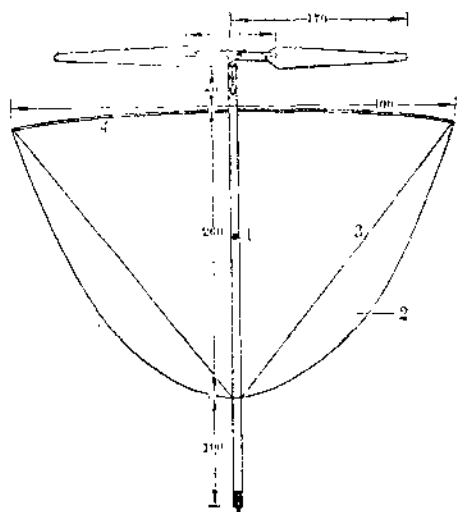

图 5
i. 重心位置，挂上橡筋后模型的重心应在图中标的位置上（图 5）；